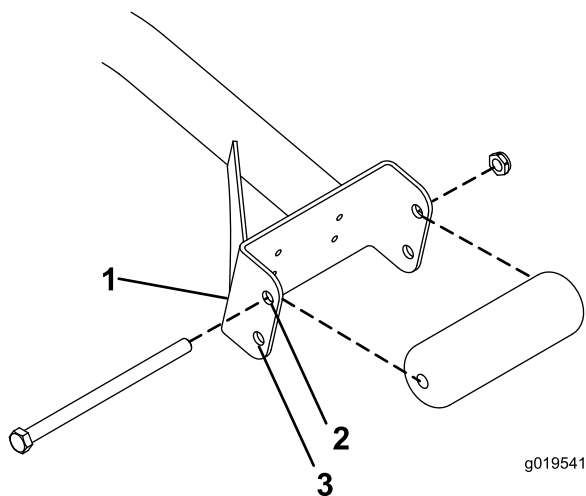

図 3
- ・ 27 インチのカッティングユニットを使用する場合には、ローラを、サポートアセンブリのチャンネルの上穴に取り付ける（図 3）。
- ・ 32 インチのカッティングユニットを使用する場合には、ローラを、サポートアセンブリのチャンネルの下穴に取り付ける（図 3）。